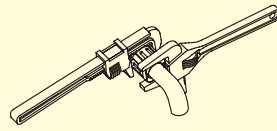

図 2
- 袋ナットを締め上げる際には、下図2のように必ずニップルの六(八)角部を他のモーターレンチで固定してください。固定せずに締め上げるとニップルが回りし、管用ネジ部を破損する場合があります。